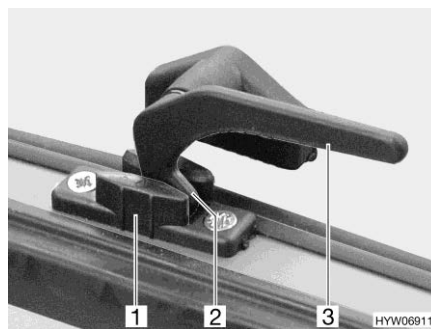

Bild 56 Verriegelungshebel (Stellung "Dauerbelüftung")
- in Stellung "Dauerbelüftung" (Bild 56)
- Den Verriegelungshebel (Bild 56,3) eine viertel Umdrehung zur Fenstermitte hin drehen.
- Den Verriegelungshebel eine viertel Umdrehung zum Fensterrahmen hin drehen. Die Verriegelungsnase (Bild 56,2) dabei in die Aussparung der Fensterverriegelung (Bild 56,1) einfahren.